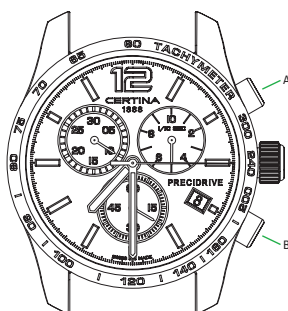

Abb. 3
**AbleSEN der Zeit 2 (gemäß Abb. 3)**